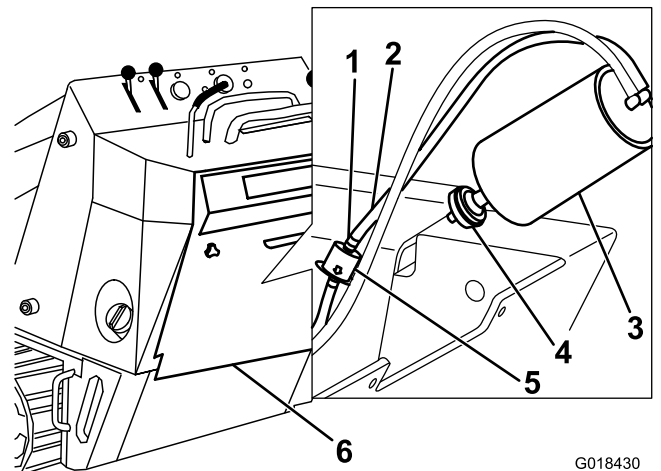

Figura 38
- Retire y deseche el filtro de aire del cartucho de carbón (Figura 38).
- Coloque un filtro nuevo en el cartucho de carbón (Figura 38).
- Aleje del filtro las abrazaderas de muelle de ambos lados del filtro del tubo de purga del cartucho de carbón (Figura 38).
- Retire y deseche el filtro del tubo de purga (Figura 38).
- Coloque un filtro nuevo en la manguera, con la flecha del filtro apuntando fuera del cartucho de carbón, y fíjelo con las abrazaderas (Figura 38).